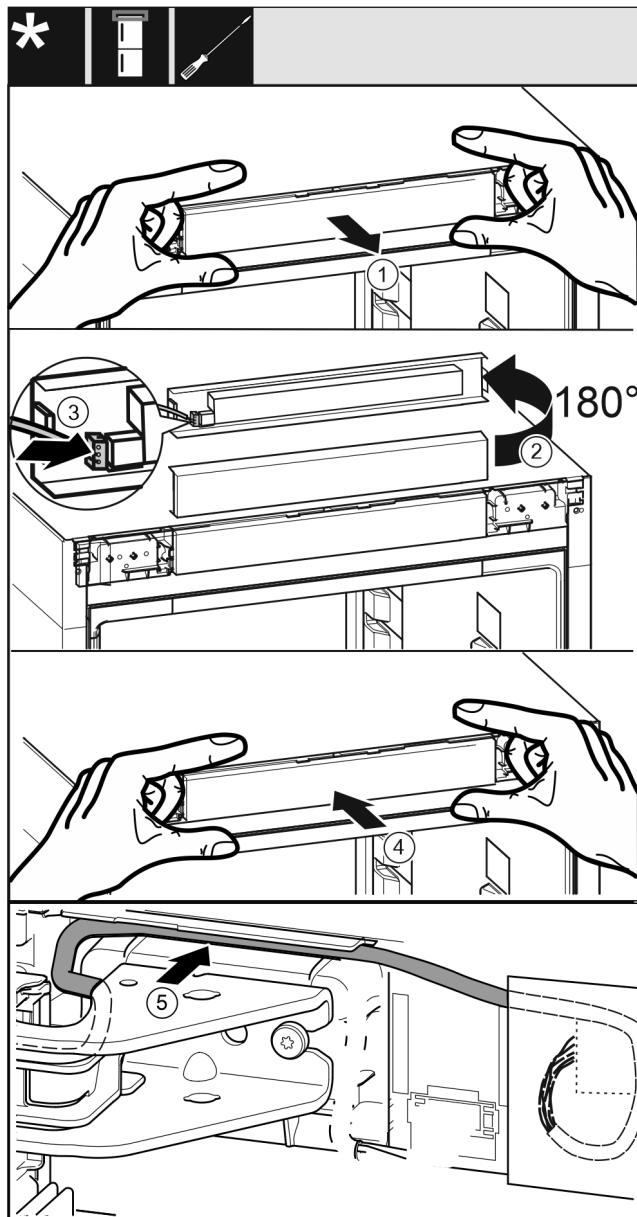

Fig. 43
- ▶ Обережно витягніть невелику панель керування. Fig. 43 (1)
- ▶ Поверніть панель на 180° вгору. Fig. 43 (2)
- ▶ Зафіксуйте штекер на невеликій панелі керування. Fig. 43 (3)
- ▶ Знову зафіксувати невелику панель керування на пристрой. Fig. 43 (4)
- ▶ Обережно розташуйте сірий кабель в направляючій над верхнім опорним кронштейном. Fig. 43 (5)